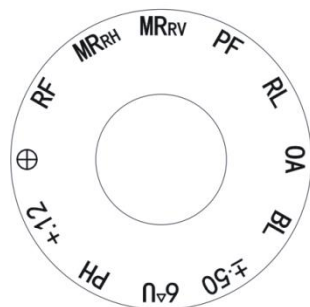
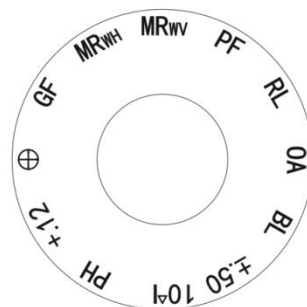

Fig.15
Fig.16
Rotiți butonul auxiliar al lentilei ②①, simbolul necesar trebuie setat în poziția ora 12. Apoi, obiectivul de referință corespunzător va apărea în diafragma de examinare ①③ (Fig.15 și Fig.16).